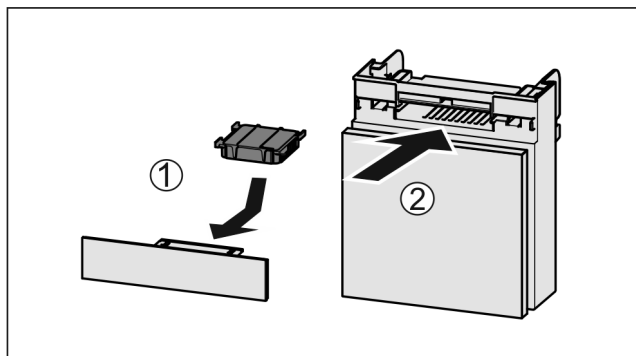

Fig. 162
- ▶ Aktivni ogljeni filter vstavite *Fig. 162 (1)* skladno s prikazom na sliki.
- ▶ Predal potisnite noter *Fig. 162 (2)*.